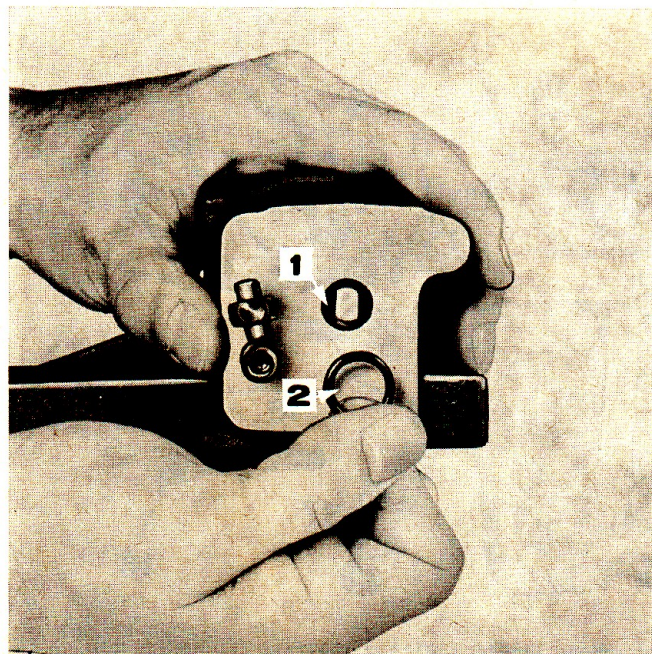

Fig. 10: Montage des joints toriques arrière
3. Tremper le ou les joints toriques dans de l'huile pour circuit hydraulique, et monter ceux-ci dans la gorge du ou des lamages arrières (voir fig. 10).